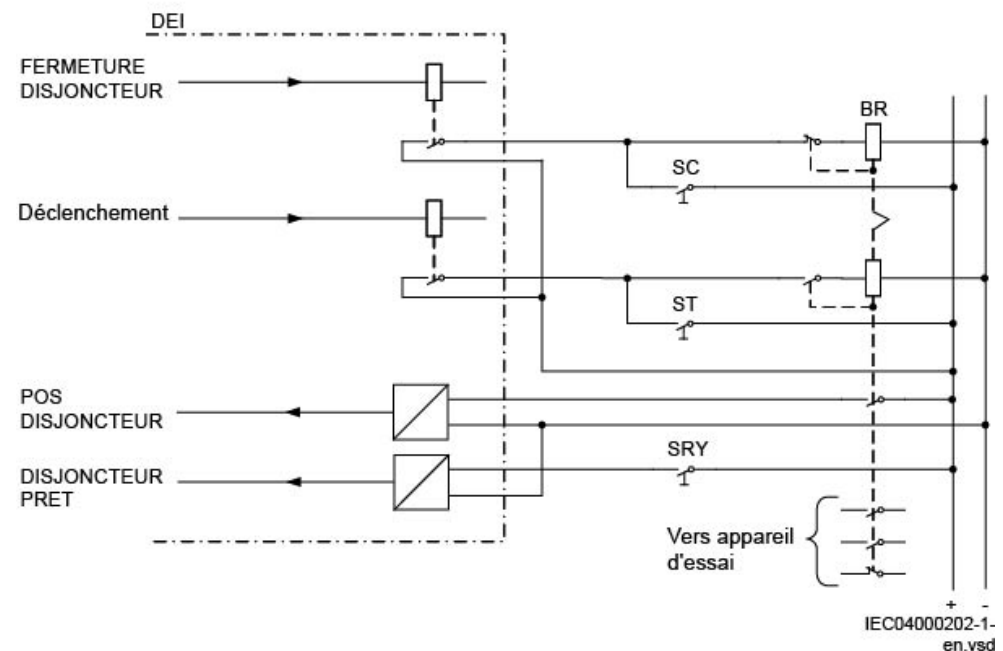

Figure 78: Simulation du fonctionnement du disjoncteur par un relais bistable/ simulateur de disjoncteur et des commutateurs manuels
La vérification est exécutée en association avec les fonctions de protection et le déclenchement. La figure 78 illustre une configuration de test conseillée, dans laquelle le disjoncteur (CB) est simulé par un relais bistable externe (BR), par exemple un relais de type RXMVB2 ou RXMD ou un simulateur de disjoncteur ABB. Les commutateurs manuels suivants sont utilisés :
- Commutateur ou bouton-poussoir pour enclencher (SC)
- Commutateur ou bouton-poussoir pour déclencher (ST)
4. Réaliser les configurations pour la simulation du disjoncteur, par exemple comme à la figure 78.